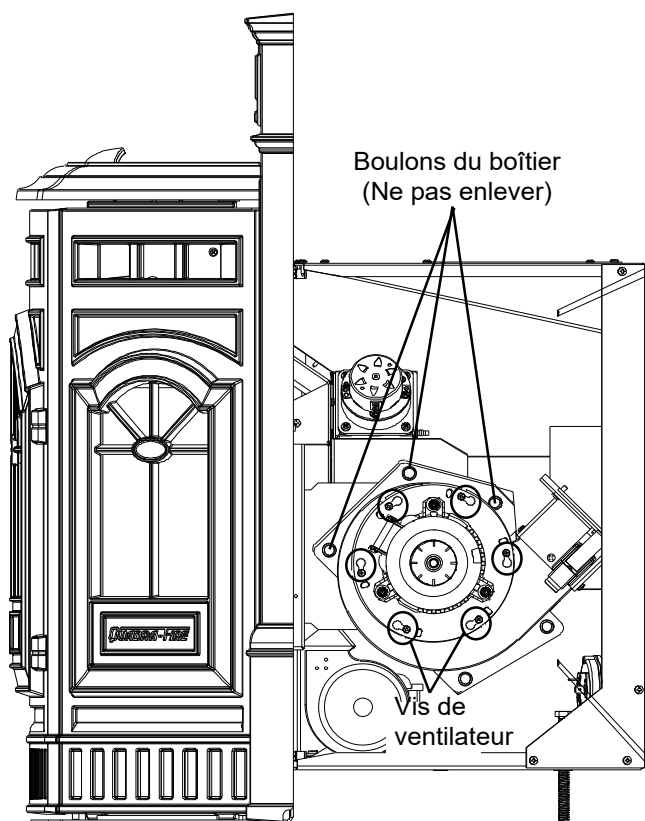

Figure 25.1
- Déconnectez les fils blanc et bleu du ventilateur (**Figure 25.1**).